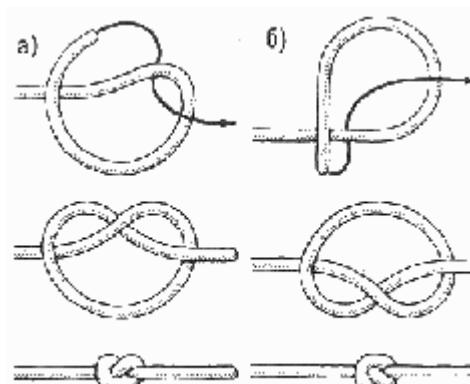

Рис. 1. Простой узел: *a* — левый; *b* — правый
**Простой узел** (рис. 1). Это самый простой из всех известных узлов. Чтобы завязать его, надо ходовым концом троса сделать полуузел за его коренной конец. Его можно завязать на конце или на средней части троса. Для этого ходовой конец троса один раз обносят вокруг его коренной части и пропускают в образовавшуюся петлю.
В зависимости от того, как он завязан, простой узел может быть левым (рис. 1, *a*) или правым (рис. 1, *b*).